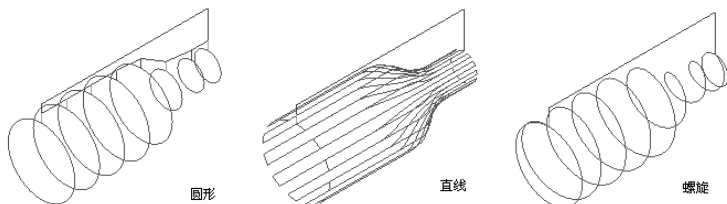

图 2-269 样式
- **【样式】**：用于定义切削方法，包括“圆形”“直线”和“螺旋”等，如图 2-269 所示。